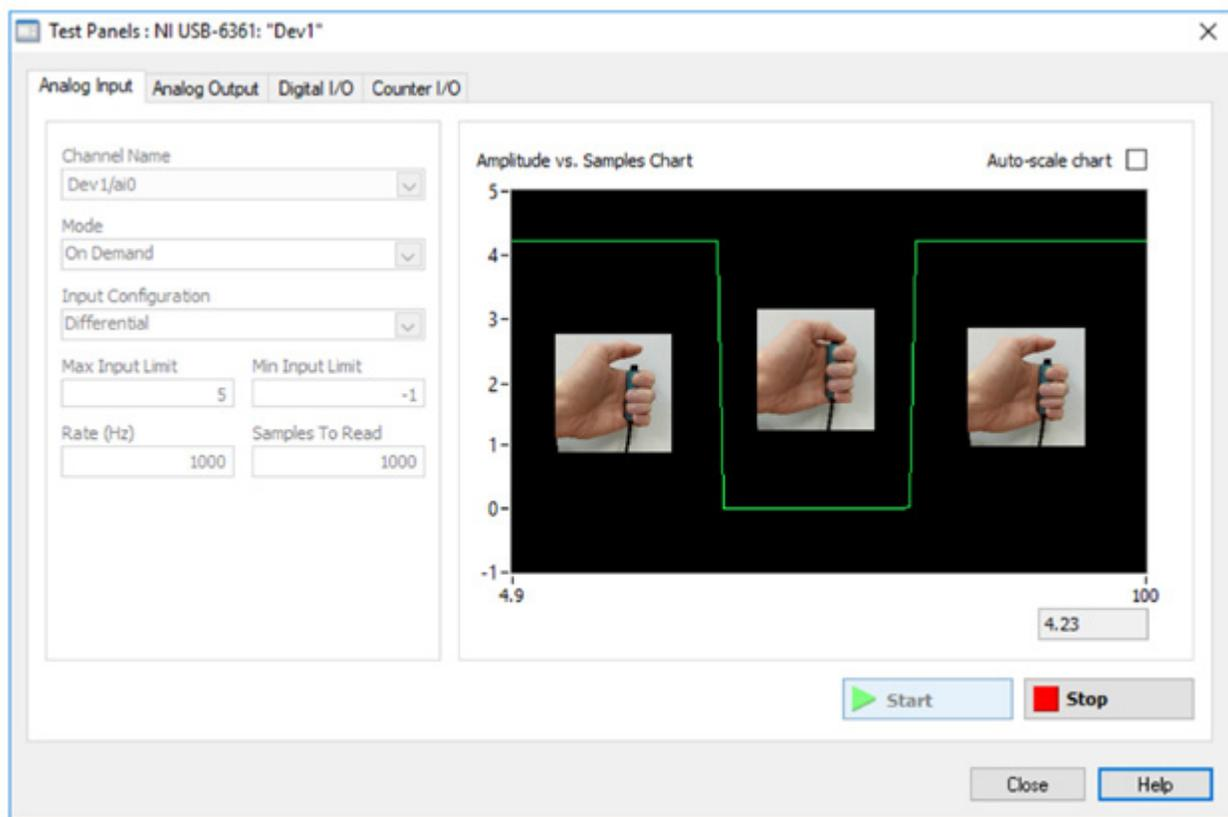

图 2. 在 NI 测试面板中测量的图形输出。我们可以看到, 当未激活选择开关 (未按下触发按钮) 时, 测得的常量约为 4.2 V, 而在激活选择开关 (按下触发按钮) 时测得的值为 0 V。
- 3.1. 确保测试面板下拉选项卡设置为模拟输入, 见图 2 的左侧。
3.6. 按下按钮开关。您会看到一个上升和下降沿, 如图 2 所示。